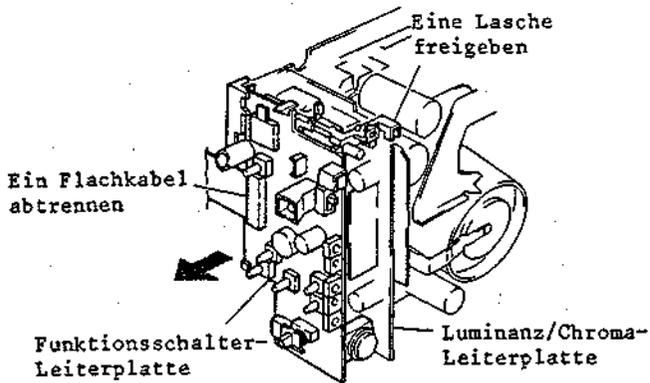

Abb. 2-14 Ausbau der Funktionsschalter-Leiterplatte
4. Ein (1) Flachkabel (CN902) abtrennen (siehe Abb. 2-14).
5. Eine (1) Lasche freigeben und den Leiterplatten-Halter mit der Funktionsschalter-Leiterplatte in Pfeilrichtung entfernen.